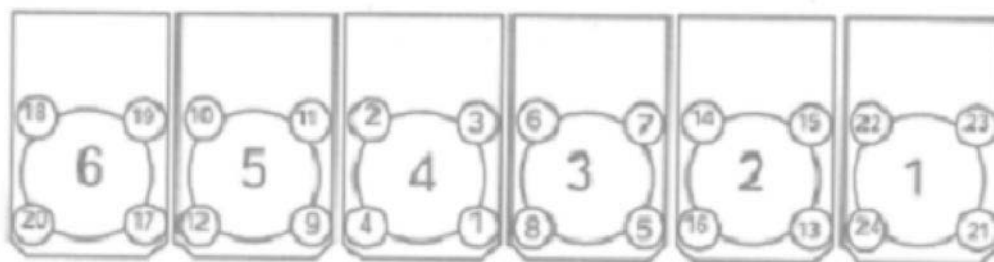

Рис. 1-2 Последовательность закручивания основного болта и дополнительной гайки головки цилиндра
- Затянуть основные болты в последовательности согласно Рис. 1-2 до $200_{0}^{+10} \text{ Н}\cdot\text{м}$, и сделать отметку на болте.
- В последовательности согласно Рис. 1-2, повернуть основные болты еще раз на 90° , и снова сделать отметки.
- В последовательности согласно Рис. 1-2, поворачивать основные болты на 90° , пока затяжка не достигнет $240 \sim 340 \text{ Н}\cdot\text{м}$.